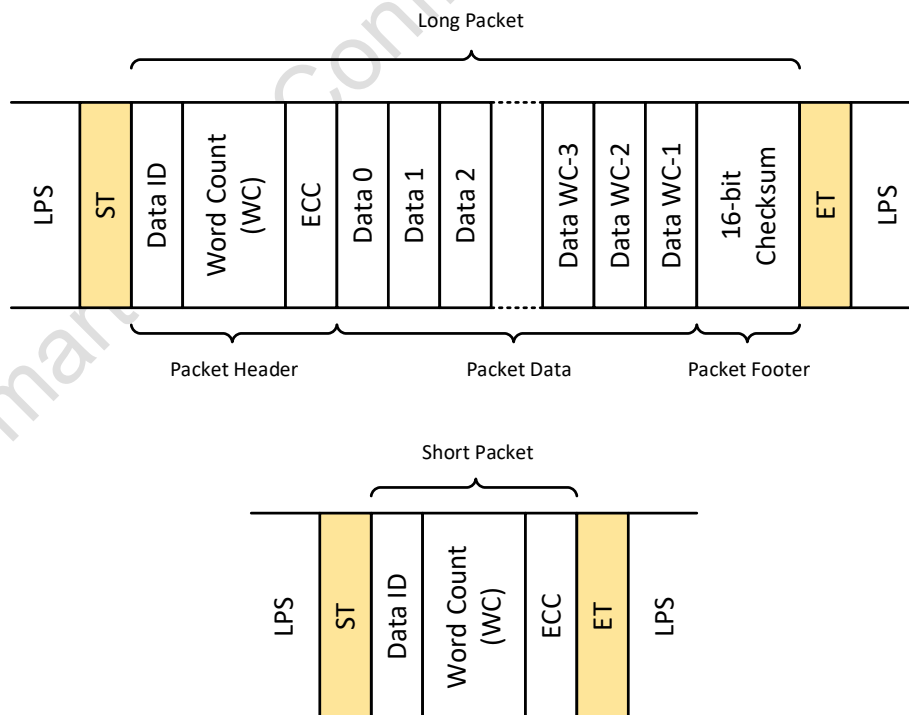
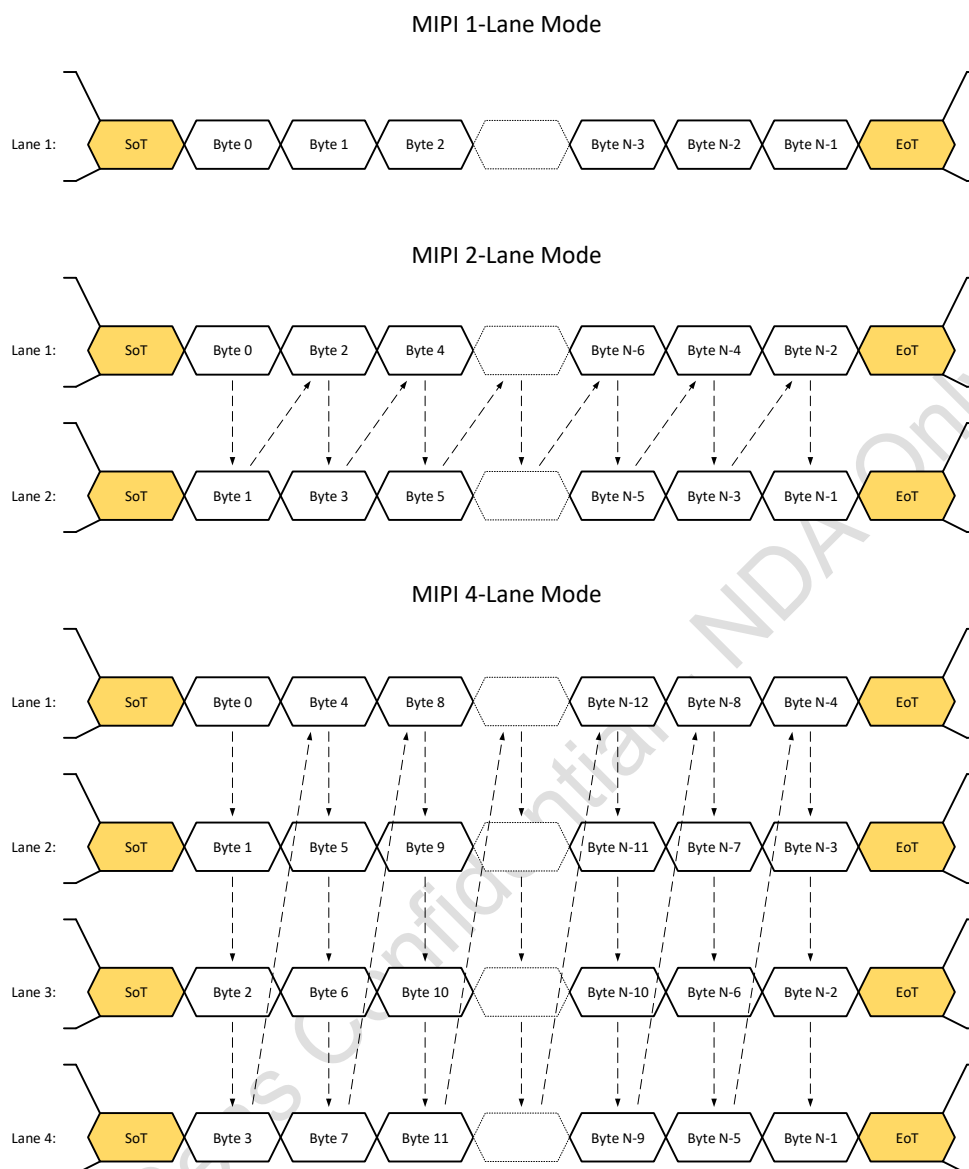
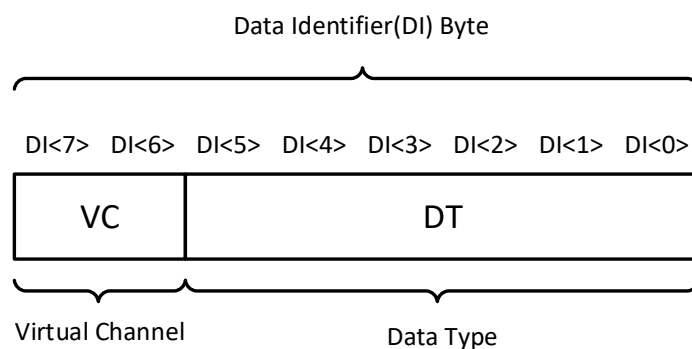

图 1-11 MIPI 长/短数据包结构示意图
图 1-12 MIPI 1/2/4 Lane 模式数据包传输示意图
图 1-13 MIPI 数据包 DI 结构
- 2) 1lane、2lane 及 4lane 模式的数据结构与图 1-12 一样。
图 1-11 展示了 MIPI 长、短数据包结构示意图。其中数据标识 DI(Data Identifier)用来区分不同的数据包类型。图 1-12 展示了 MIPI 工作在 1lane、2lane 和 4lane 模式下的数据包传输示意图。图 1-13 中, DI 包括两部分, 分别是虚拟通道(VC)和数据类型(DT)。默认情况下, Sensor 给出的 MIPI 数据 VC 默认值是 0, 而 DT 值如表 1-10 所示。